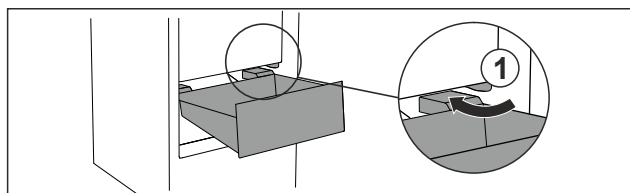

Fig. 137
- ▶ Zásuvku ved'te šikmo podél zarážek Fig. 137 (1).